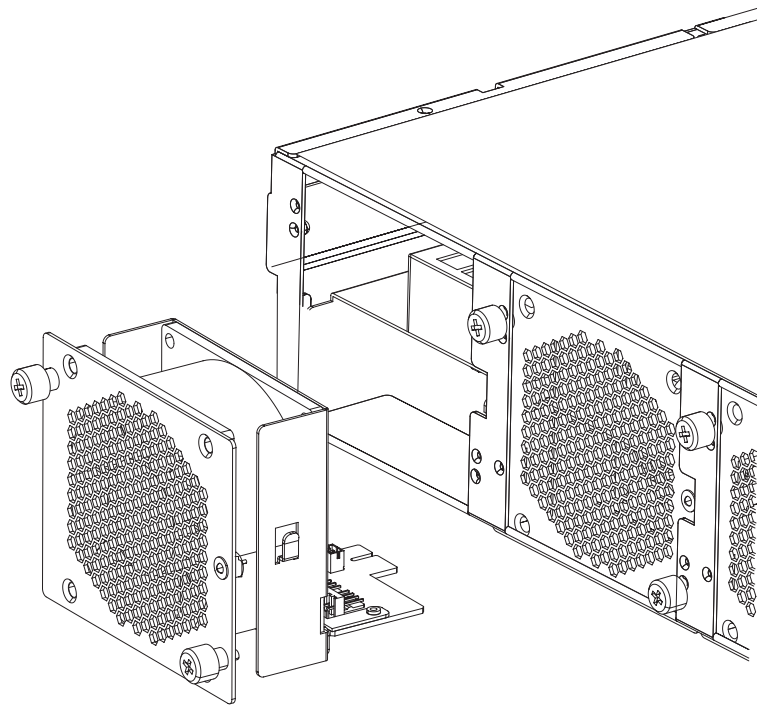

Figura 15. Removendo o módulo de ventilador em um dispositivo Tipo 7199
5. Remova o módulo de ventilador, conforme ilustrado na Figura 15.